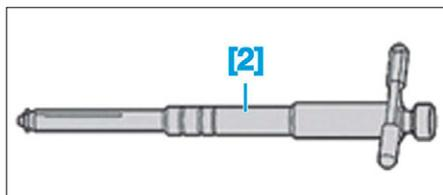

FIG. 45
- [2]. Kit extracteur rondelle étanchéité (réf : 0194/2-C) (si besoin) (Fig.45).